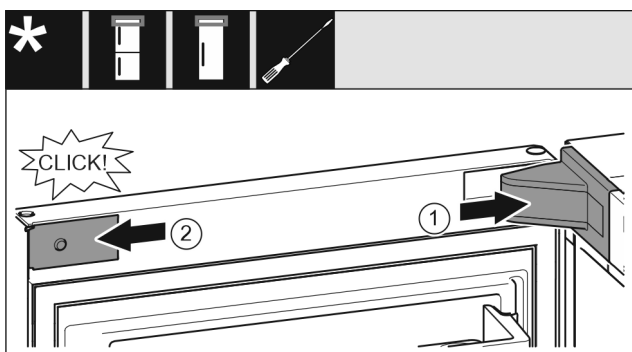

Fig. 28
- ▶ Stavite pokrov podloška ležaja Fig. 28 (1) i pustite ga da se uglati, po potrebi ga oprezno razdvojite.
- ▶ Postavite masku Fig. 28 (2) bočno i uglatite je.